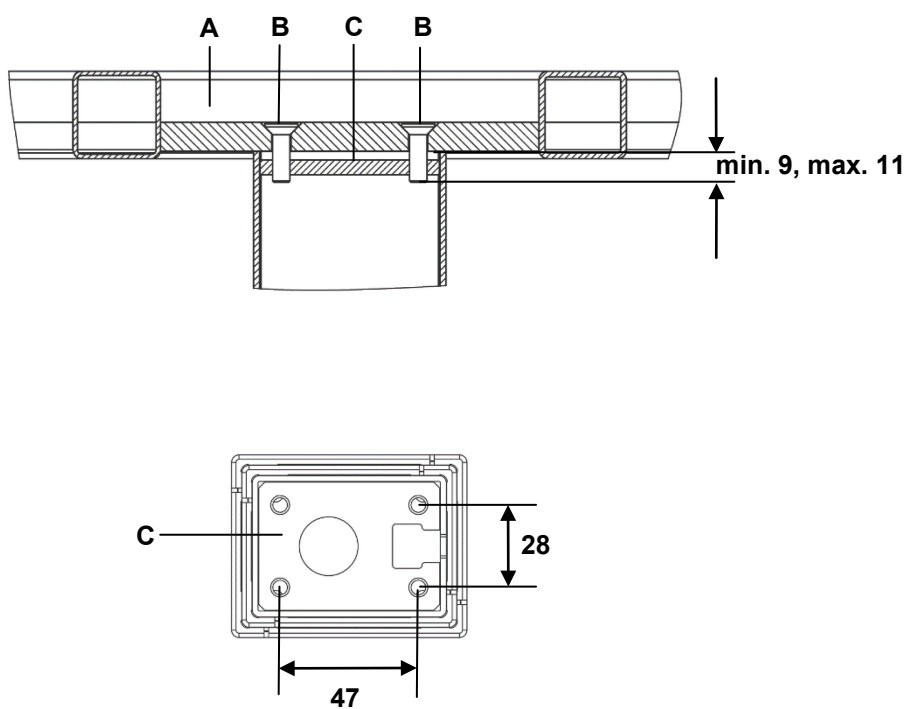
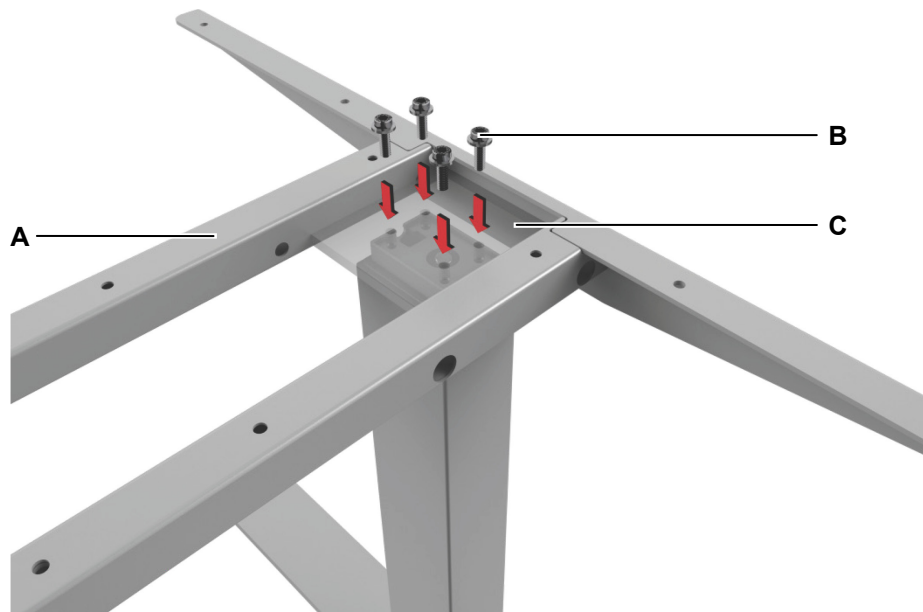

Abbildung 19 Montage Tischrahmen (Angaben in mm)
Abbildung 20 Montage Tischrahmen
- Verwenden Sie Schrauben M6 (Festigkeitsklasse 8.8) geeigneter Länge, wie in Abbildung 19 gezeigt. Das Anzugsdrehmoment beträgt 10 Nm.
- 1 Legen Sie den Tischrahmen mit den Bohrungen über die Hubsäule und schrauben Sie den Tischrahmen mit vier Schrauben an das Kopfende der Hubsäule ID21, wie in Abbildung 20 gezeigt (Anzugsdrehmoment 10 Nm). Die Montagemaße entnehmen Sie Abbildung 19.